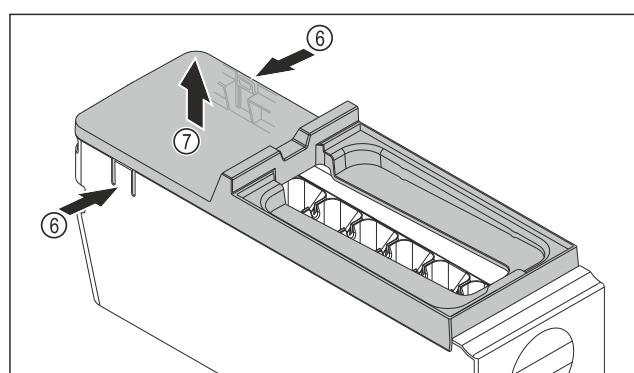

Fig. 79
- Snemite pokrov glavnega dela EasyTwist-Ice: Spone Fig. 79 (6) na obeh straneh glavnega dela EasyTwist-Ice pritisnite z eno roko.
- Pokrov Fig. 79 (7) z drugo roko dvignite in odstranite.